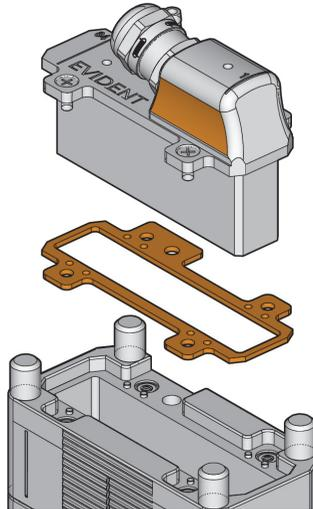

Figure 5-6 Sonde et joint
3. Tirez la sonde vers le haut en la tenant par la saillie sur son boîtier (Figure 5-6 à la page 83).
NE TIREZ PAS sur le câble de la sonde. Vous pourriez endommager la sonde multiélément. Tirez la sonde en la tenant par son boîtier (Figure 5-6 à la page 83).
Pendant la réinstallation de la sonde, il est important de réinstaller le joint sous la bride de la sonde (Figure 5-6 à la page 83).